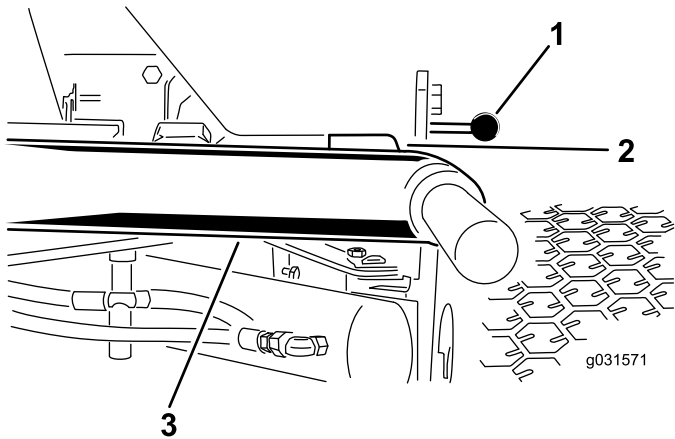

Figura 6
1. Arranque el motor, eleve las unidades de corte y compruebe que la holgura entre cada brazo de elevación y el soporte de la chapa de suelo es de 5 mm a 8 mm (0.18" a 0.32"), como se muestra en la Figura 6.